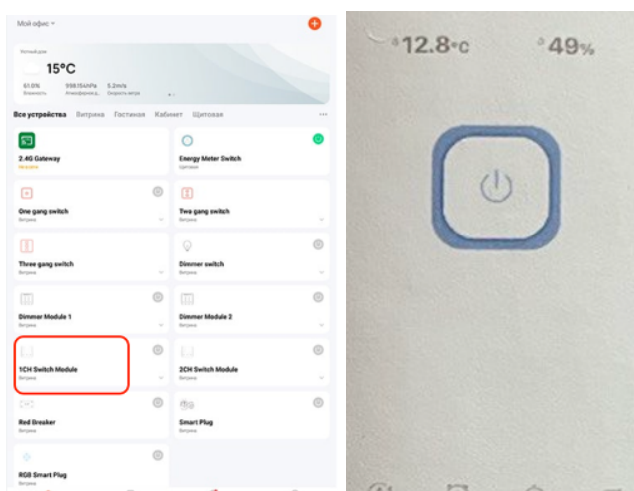

Рис. 19 Інтерфейс додатку EWellink
• Щоб увійти в повний інтерфейс функційної роботи пристрою, необхідно натиснути як показано на Рис. 19 нижче.